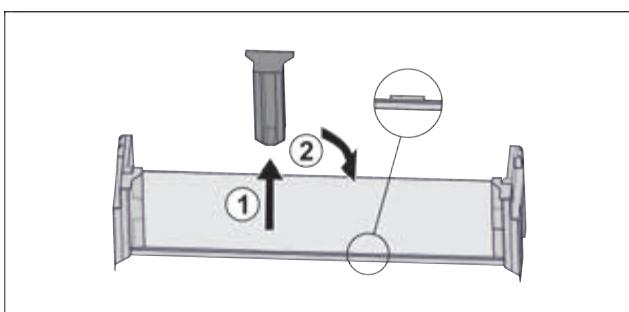

Fig. 54 *
- Витягнути середню деталь для підтримки Fig. 54 (1).*
- Вставити середню деталь для підтримки на друге положення Fig. 54 (2).*